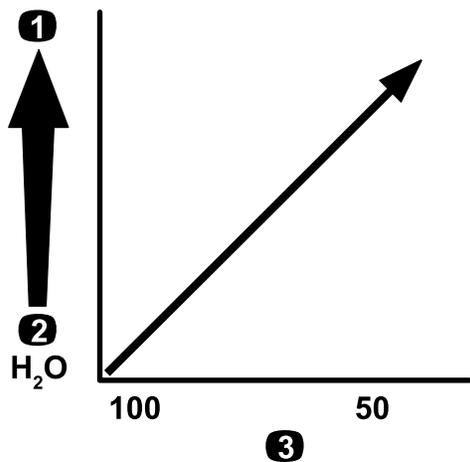

図 16
**重要** 粘度の高いドロドロした薬剤や、ウェットブル水和剤を散布する場合には、オプションの目の粗いノズルフィルターが必要になる場合があります 図 16を参照。